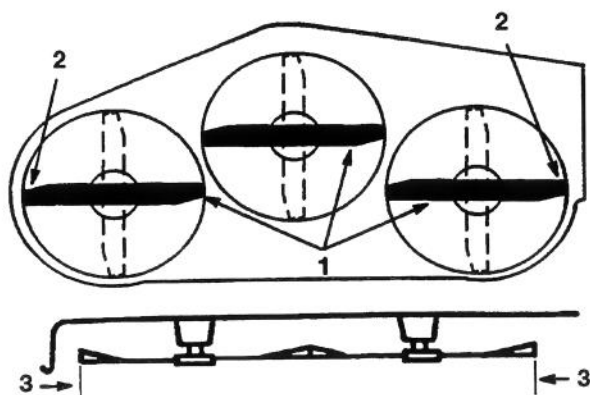

Figure 10
3. Faire tourner doucement la(es) lame(s) côte à côte (Fig. 10). Mesurer la distance entre les arêtes tranchantes extérieures et la surface plane (Fig. 10). Si les deux mesures font plus ou moins de 4,762 mm, un réglage devra être effectué; se reporter aux points 4 et 5.